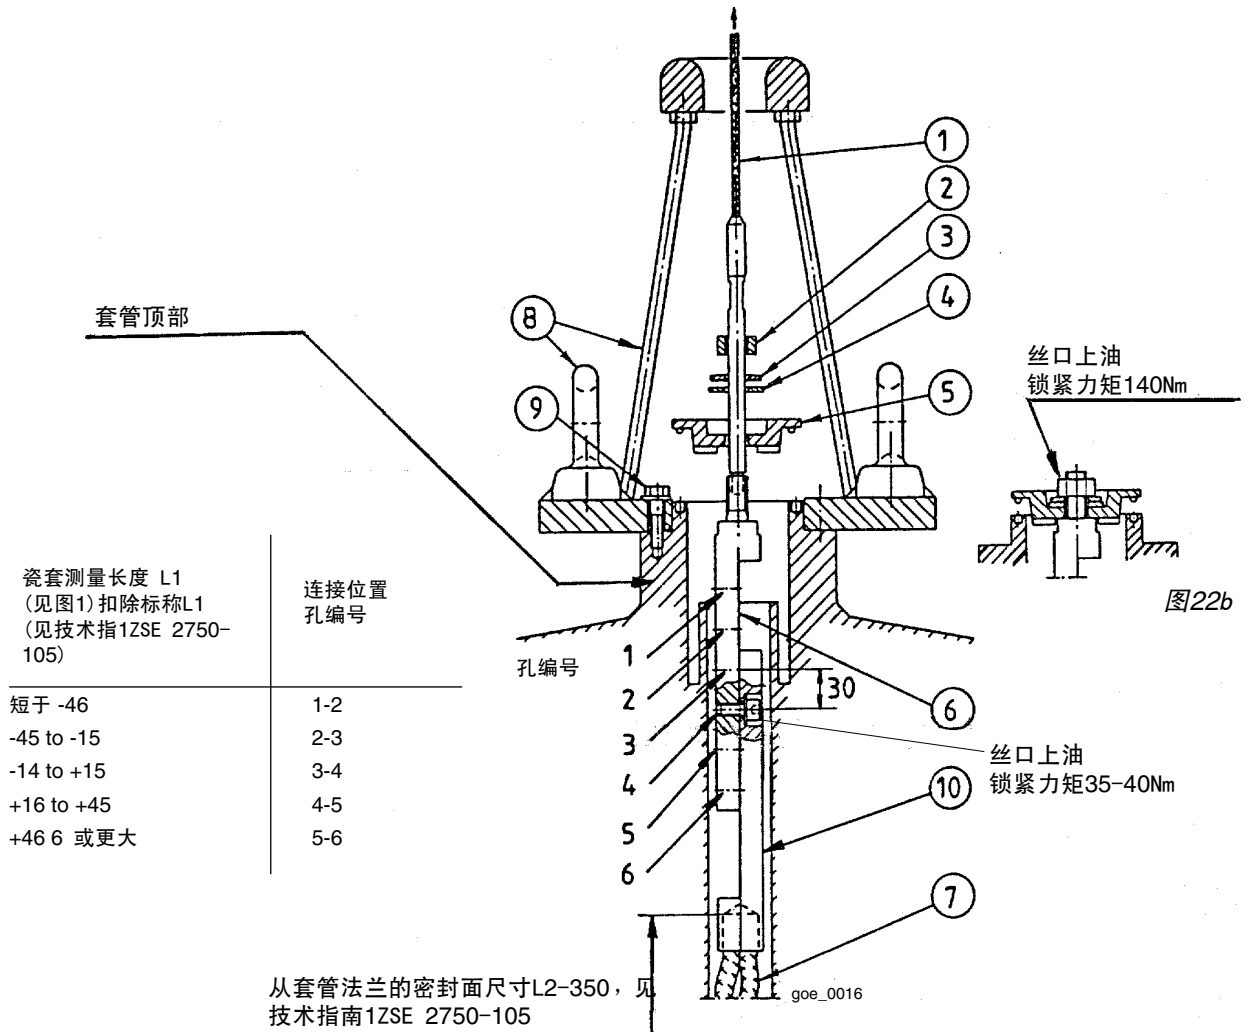

图22. 拉线系统的安装
内部牵引端子是镀铜的，见图22，在制造厂内与软引线相连。对每一只套管，引线长度如果从套管法兰的密封面开始测量必须等于L2减去350mm，如技术指南，1ZSE2750-105所示。这样，必须增加额外的长度，避免在运行位置造成引线的过度伸长。端子长度必须与最终安装时做成一样的长度。理由是最小的GOE套管长度的误差是 $\pm 20\text{mm}$ ，最大的GOE套管长度的误差是 $\pm 60\text{mm}$ 。找出这两个内部端子的正确连接位置的方法是测量瓷套的长度，见图1，并根据技术指南扣除正常长度L1，然后如图22所示选择安装孔。在运输过程中，内部连接端子可能上在运输盖板上。在安装时，将盖板取掉，松掉引线。
3. 将套管吊到开口上方。如图22所示，将顶部连接件放到螺纹杆头上。